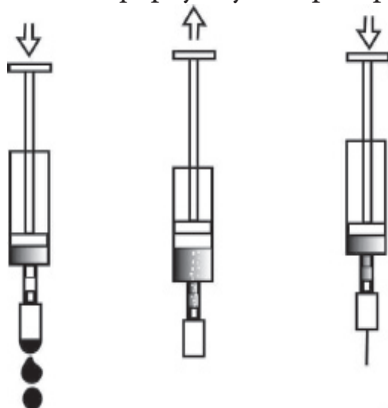

Рис. 15. Промывка сопла
3. Вставить сопло в трубочку шприца, как показано на рис. 15.